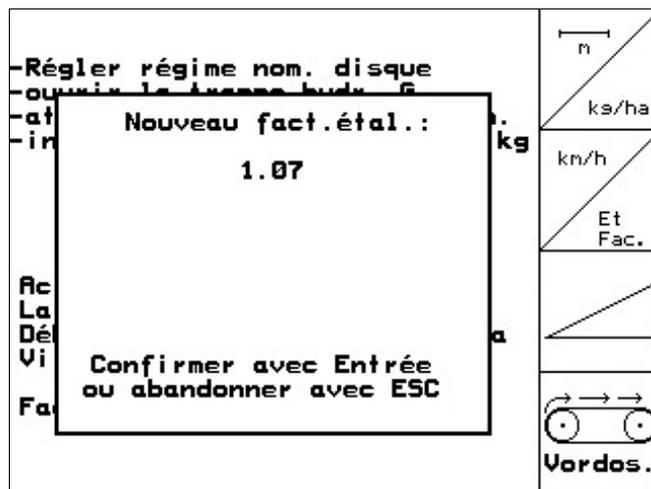

Fig. 36
- Le nouveau facteur d'étalonnage s'affiche, confirmez le avec la touche , ou annulez le avec la touche  (Fig. 36).